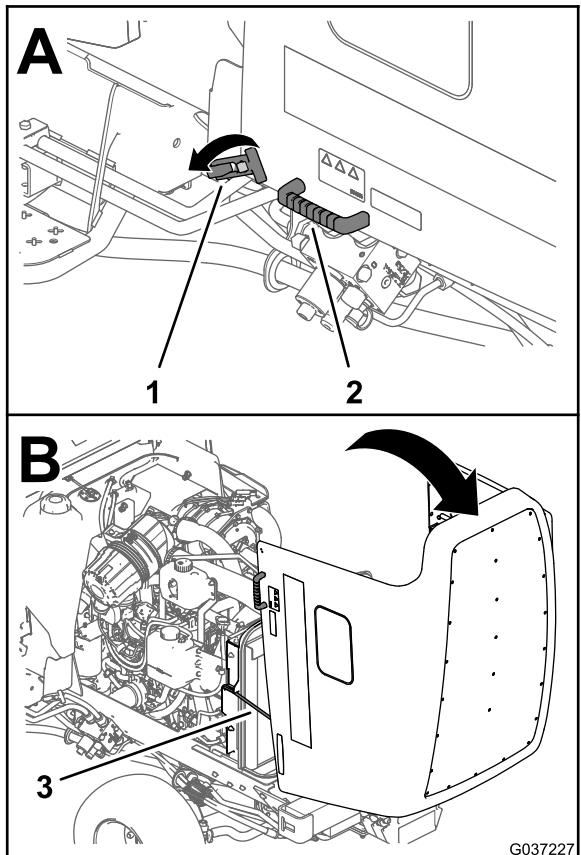

Figura 62
2. Rilasciate i 2 fermi negli angoli inferiori anteriori del cofano (Figura 62).
3. Utilizzando le maniglie adiacenti ai fermi, sollevate e portate indietro il cofano fino a quando le 2 aste di sostegno non sono in sede nelle 2 rispettive staffe (Figura 62).